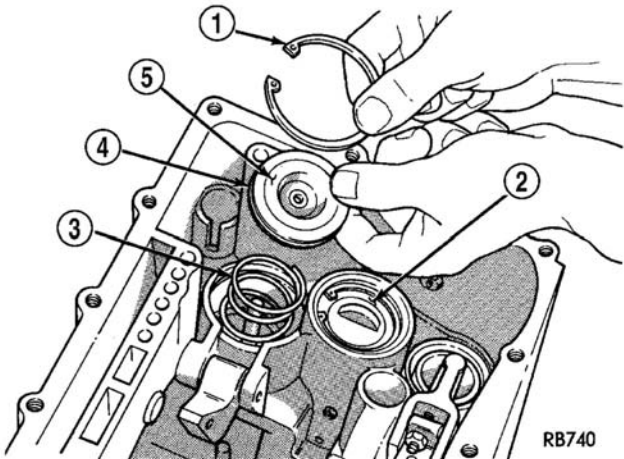

图 80 强制降档伺服杆导套和卡环
(25) 安装强制降档伺服杆导套 (图 80)，将卡环置放入安装位置。